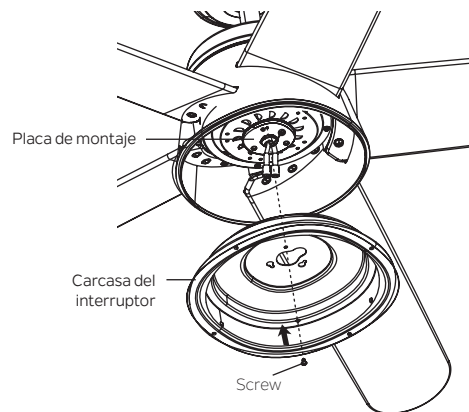

Figura 20
Paso 2. Coloque los dos orificios de la ranura en la carcasa del interruptor sobre los 2 tornillos que aflojó previamente de la placa de montaje. Gire la carcasa del interruptor hasta que encaje en su lugar en el extremo estrecho de los orificios de llave. Fije apretando los 2 tornillos previamente aflojados y el que quitó previamente. (Figura 20)